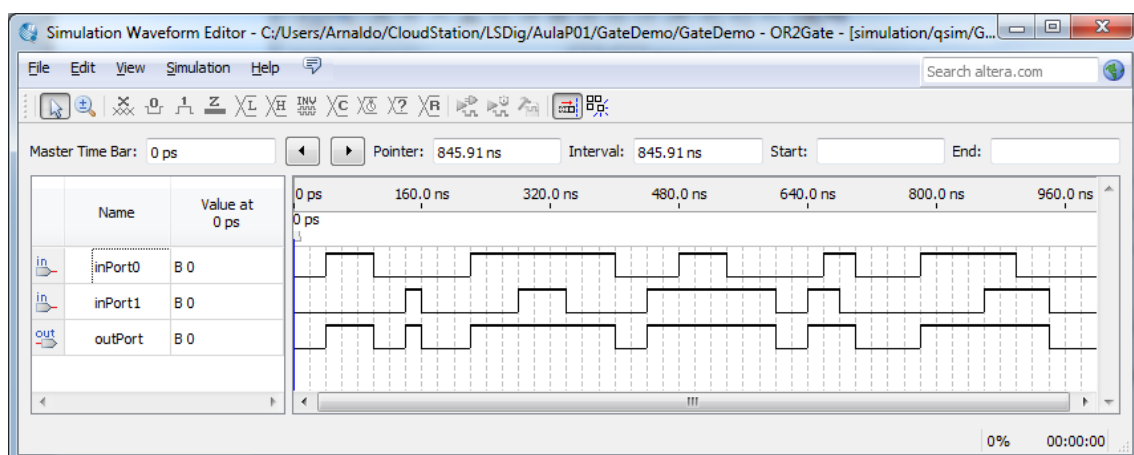

Figura 18 – Janela do simulador após a simulação.
12. Execute a simulação através do menu “Simulation->Run Functional Simulation”. Após a simulação deve obter o valor da saída da porta lógica OR correspondente às entradas que especificou (Figura 18).